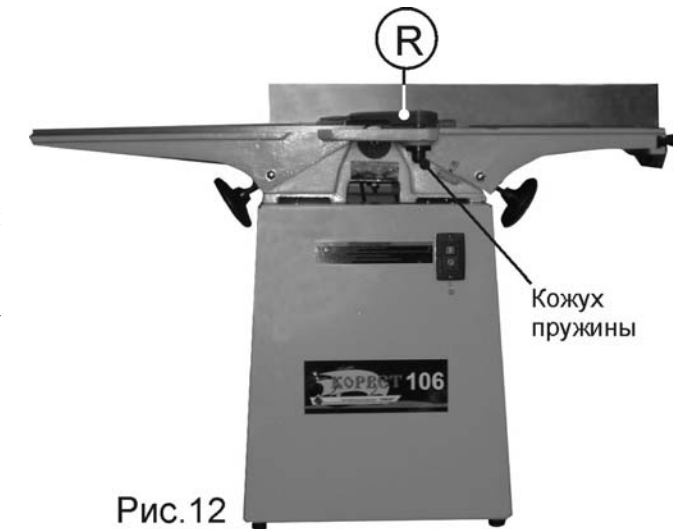

Рис.12
8.5. Установка защитной планки рабочего вала (Рис. 12)